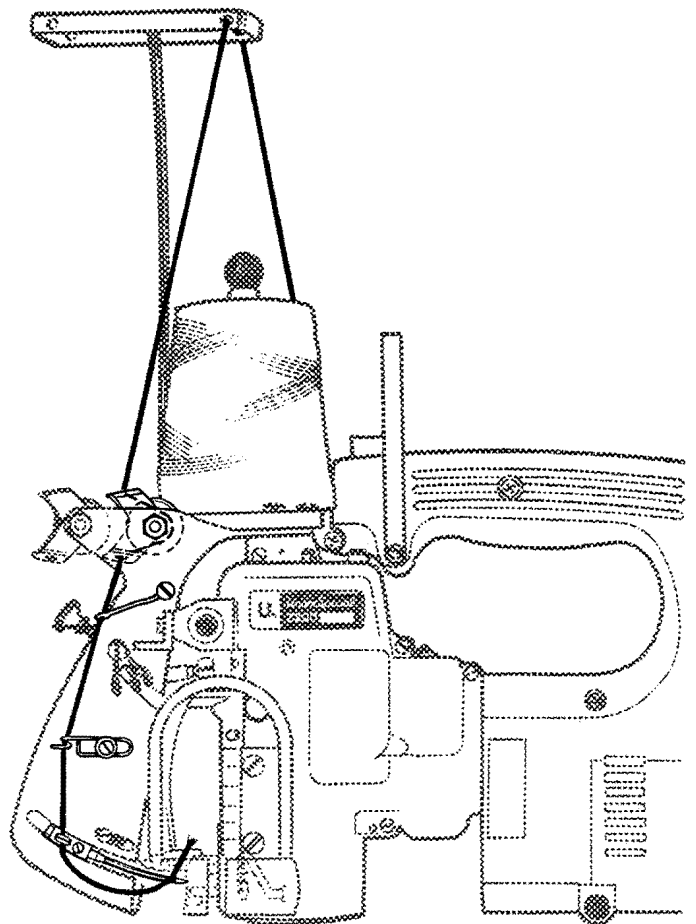

Fig.4
Verifique el enhebrado de la máquina. Revise el diagrama de enhebrado Fig. 4 y el parágrafo "ENHEBRADO".
Thread the machine as shown in Fig. 4.
For threading the looper (double locked stitch machines only) open the hinged cover (A, Fig. 4) and turn motor handwheel in operating direction until the needle is in its lowest position below the throat plate. Reclose hinged cover (A) after threading.
The tension (L, Figs. 4 and 13) controls the looper thread and the tension (N) controls the needle thread. Only a slight tension should be applied on the looper thread. The tension applied on the needle thread depends upon the size of the thread and the thickness of the fabric to be sewn and has to be regulated till the machine sews and chains off perfectly.
The presser foot pressure is regulated with the knurled regulating screw (B, Fig. 4).
Enhebre la máquina tal como se muestra en el diagrama de la Fig. 4.
Para enhebrar el looper (en máquinas de costura de cadeneta doble solamente) abra la tapa del motor (A, Fig. 4) y mueva el volante del motor en dirección de operación hasta que la aguja esté en su posición más baja debajo de la plancha de aguja. Cierre la tapa del motor nuevamente.
El tensor (L, Fig. 4 y 13) regula el hilo del looper y el tensor (N) regula el hilo de la aguja. Solamente una ligera tensión debe ser aplicada al hilo del looper. La tensión aplicada al hilo de la aguja depende del hilo a utilizar y del grosor del material a coser, y debe ser regulada manualmente hasta que la máquina coso perfectamente.
La presión del pie se regula con el tornillo estriado (B, Fig. 4).
Loosen the screw (D, Fig. 4) for the needle and draw out the needle. Insert the shank of the new needle as far as it will go into the needle seat and with the flat on the shank facing to the front. Retighten screw (D) for the needle on the flat of the needle shank and thread the needle eye.
Suelte el tornillo (D, Fig. 4) de la aguja y retire la aguja. Inserte la aguja de manera que la superficie plana mire hacia adelante. Asegure el tornillo (D) de la aguja en la parte plana del cabo y enhebre la aguja.